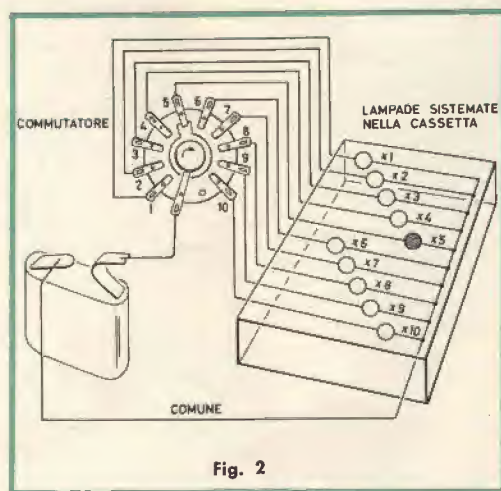

Fig. 2
**Circuito elettrico** - Si tratta di un circuito elementare, costituito da una batteria la quale, mediante il commutatore rotante, può alimentare successivamente, una per volta, le dieci lampadine fissate ai bracci mobili. Il circuito presentato schematicamente nella fig. 2 è predisposto per l'accensione delle lampadine sotto la riga X5.
Data l'estrema semplicità del circuito non occorre procedere oltre nella descrizione; basterà osservare che, mentre lo schema elettrico riportato nella fig. 2 presenta un solo comune per le dieci lampadine, in pratica si dovranno utilizzare due fili, entrambi collegati alla medesima linguetta della batteria: uno, visibile nella fig. 3, il quale va agli ancoraggi sistemati sul lato destro; l'altro, non riportato in questa figura, il quale va agli ancoraggi sistemati sul lato sinistro. Non ha importanza se nell'eseguire i collegamenti vengono scambiate le polarità della batteria.